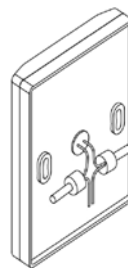

Fig.3
5. Conecte el cable al comando remoto (Fig.3)